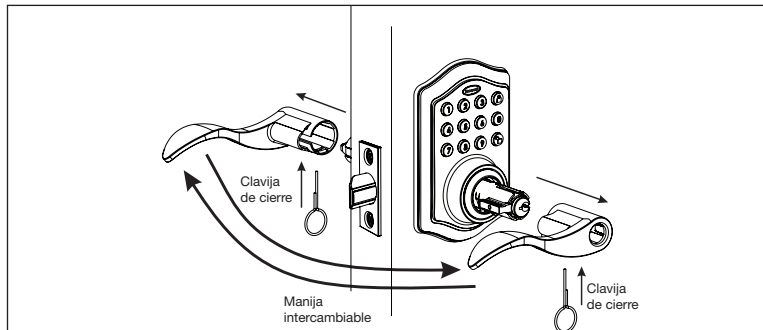

Figura 11a-c
- Asegúrese de que la cerradura de la puerta esté abierta y luego libere la trabilla introduciendo la clavija de cierre dentro de la ranura en la parte inferior de las palancas (Figura 11a).